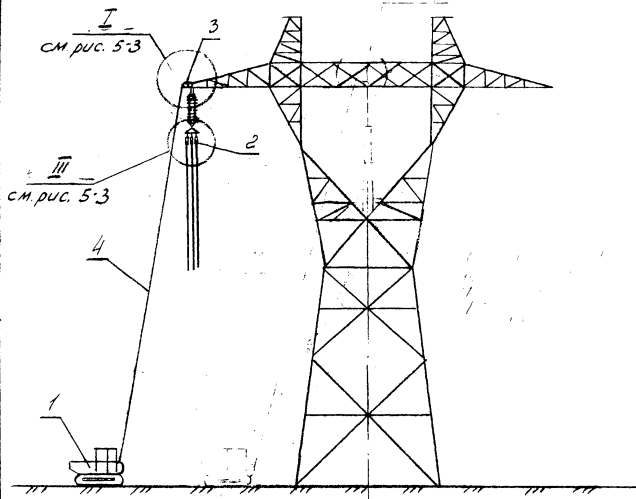

Рис. 6-1. Подъем проводов крайней фазы.
2.3. Технологическая последовательность производства работ (рис. 6-1)
2.3.4. Поднять провода крайней фазы с гирляндой на опору и закрепить на траверсах (рис. 6.1).